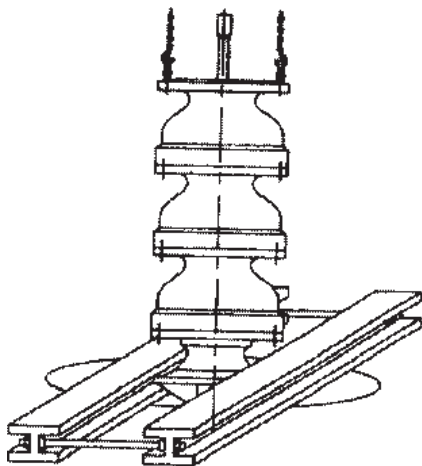

Figura 5
- Coloque dois suportes de viga ao longo da abertura da placa de base, que sejam suficientemente fortes para aguentarem com segurança o peso de todo o conjunto da bomba. Estas vigas devem ser ligadas através de hastes rosqueadas e porcas, de modo a poder pendê-las com firmeza para que a peça seja suportada. (Consulte a Figura 5)